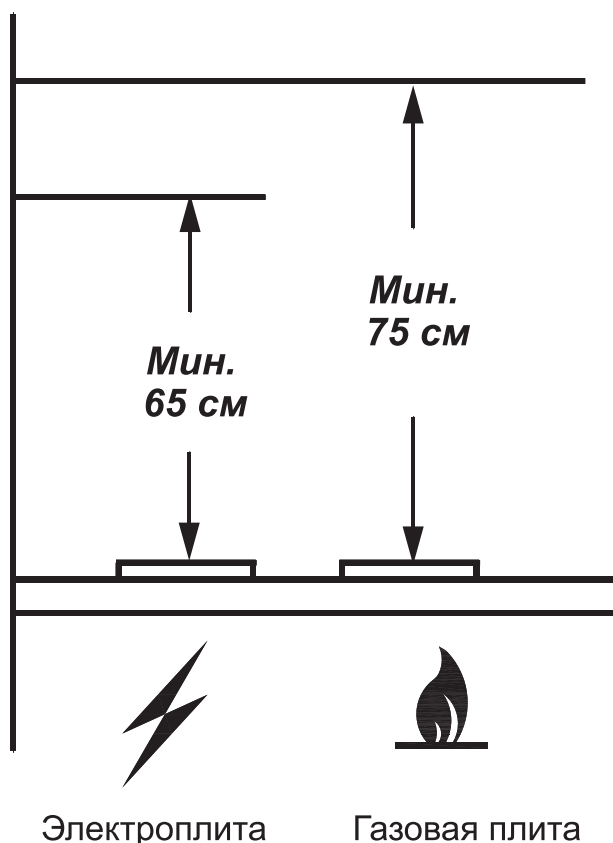

РИС. 1
1.2 Зонт устанавливайте на высоте, как показано на рис. 1.
4.7 Устанавливайте зонт над плитой в соответствии с рис. 1.
- разметьте линию установки нижней части зонта над плитой (рис. 1);